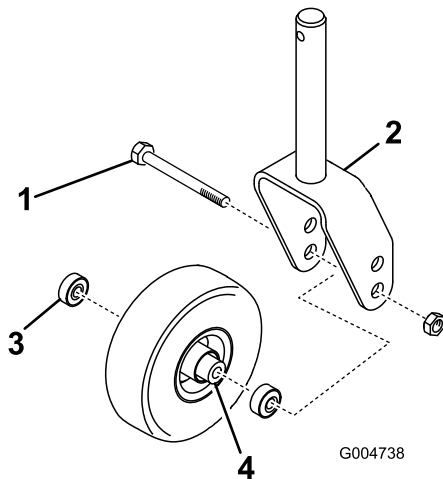
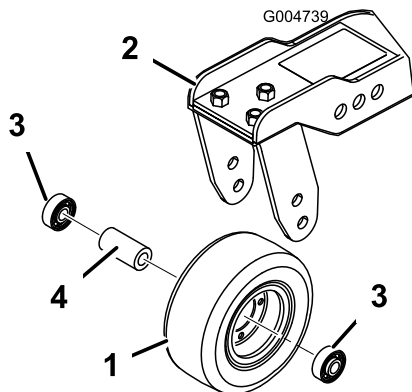

Bild 90
Bild 91
1. Entfernen Sie die Sicherungsmutter von der Schraube, mit der das Laufrad zwischen der Laufradgabel (**Bild 90**) oder dem Laufradgelenkarm (**Bild 91**) befestigt ist.